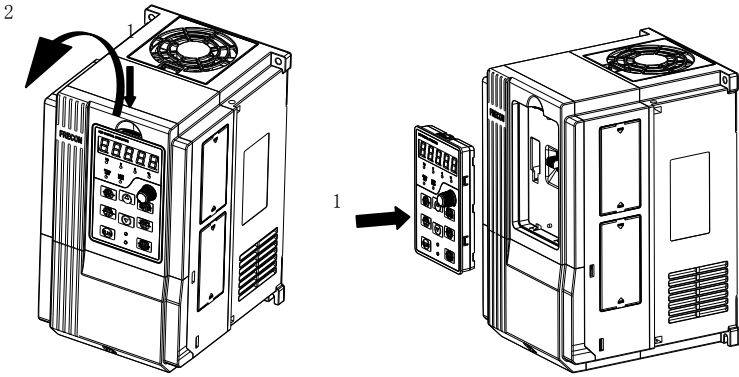

图 3-7(a) 操作面板拆卸示意图
b. 安装操作面板按图 3-7(b) 中 1 所示方向平行装入，当听到“咔”的一声，盘面平齐于机器前表面即可。